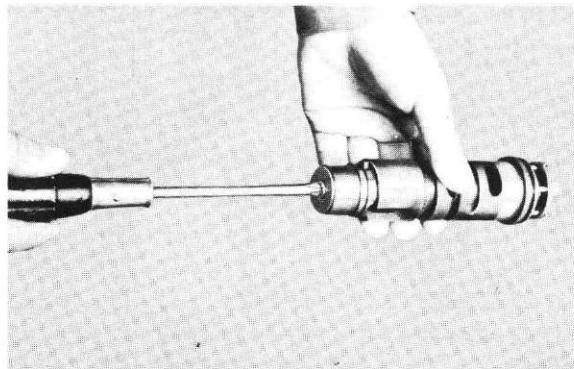

Fig. 4-15-15
- 2) Remove the screw holding the side plate (2), and then the side plate (2), neutral point and spring. (Figs. 4-15-15 and 16)
- 2) Retirez la vis retenant la plaque latérale (2) puis cette plaque (2), le contact de point mort et le ressort. (Figs. 4-15-15 et 16)
- 2) Befestigungsschraube der seitlichen Abschluss scheibe (2) lösen und Abschluss scheibe (2), Neutralschaltbolzen und Feder entfernen. (Abb. 4-15-15 und 16)